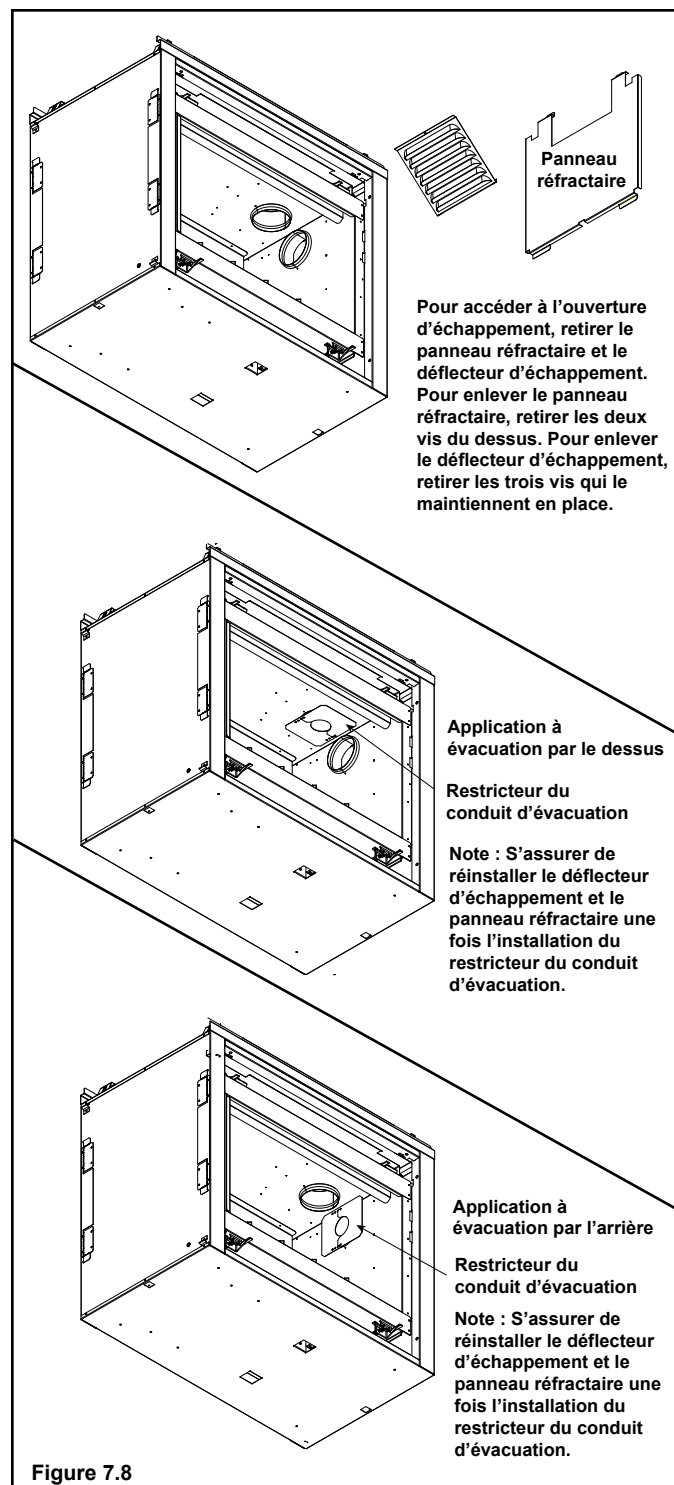

Figure 7.8
1. Retirer le panneau réfractaire et le déflecteur d'échappement du côté de la veilleuse de l'appareil. Pour retirer le panneau réfractaire, utiliser un tourne-écrou de 6,35 mm (1/4 po) et retirer les deux vis qui le maintiennent en place. Pour enlever le déflecteur d'échappement, retirer les trois vis qui maintiennent en place le panneau réfractaire. Voir la figure 7.8.